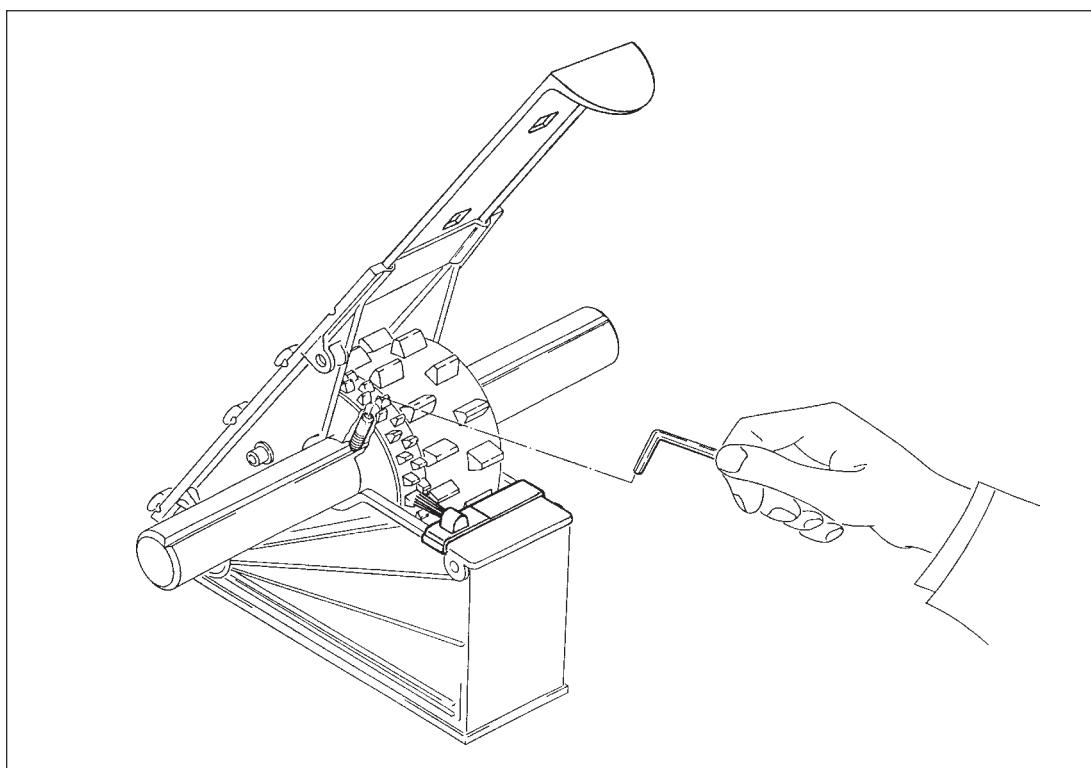

Рис. 13.14
- Высевающие катушки вала высевающего аппарата (Рис. 13.14) закреплены на вале установочными винтами, находящимися в высевающих катушках для мелкосемянных культур. Установочные винты новых высевающих катушек технической колеи (см. Рис. 13.14) откручивайте до тех пор, пока новые высевающие катушки технической колеи не будут свободно вращаться на вале высевающего аппарата.
- Закрепите старые высевающие катушки технической колеи (Рис. 13.14) на валике высевающего аппарата. Для этого проворачивайте установочный винт в высевающей катушке для мелких семян до тех пор, пока высевающая катушка не установится на валике с небольшим люфтом. Слишкомочно затянутые установочные винты перетягивают высевающие катушки.